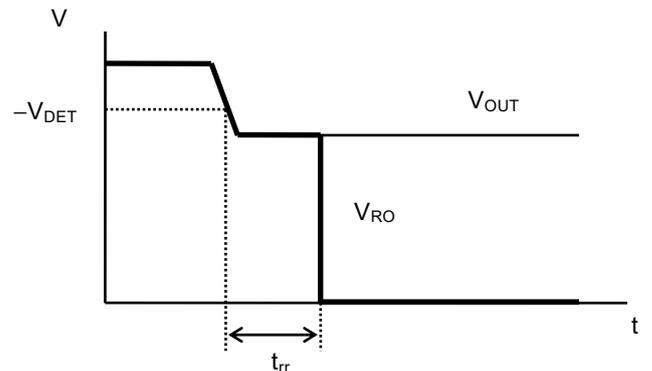

图7 复位反应时间
*4. 从 V_{OUT} 低于 $-V_{DET}$ 开始，到实际RO端子的输出开始反转为止的时间 (参阅图7)。